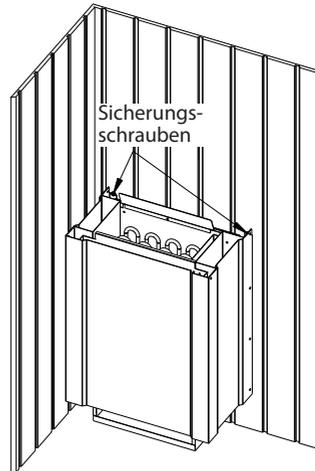
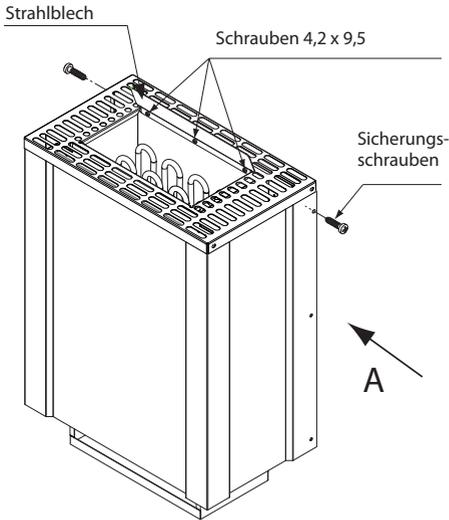

Abb.6
Abb. 7
- Das Saunaheizgerät mit 2 Schrauben durch die am hinteren Ofenrand befindliche Bohrung an der Wand (Abb. 6) oder seitlich, wie in Abb. 7 gezeigt sichern.
1. Das beiliegende Strahlblech, wie in Abb. 6 gezeigt mit 3 Schrauben 4,2 x 9,5 und die beiden Sicherungsschrauben festschrauben.